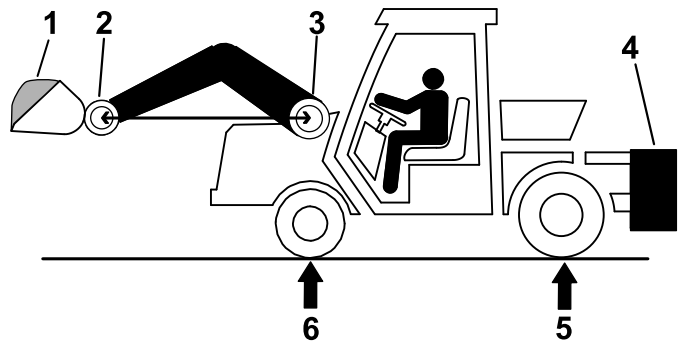

Figura 30
1. Coloque una carga completa en el cucharón, y eleve el cucharón a la posición más adelantada posible, como se muestra en la Figura 30.
2. En una báscula, mida el peso bruto del vehículo (PBV) en los ejes delantero y trasero, con la cargadora elevada de manera que el pasador de giro del cucharón esté a la misma altura que el pasador de giro del brazo (Figura 30).
Nota: Si R es **menor** que el peso necesario en el eje trasero (PNET), no es necesario añadir lastre (Figura 30).